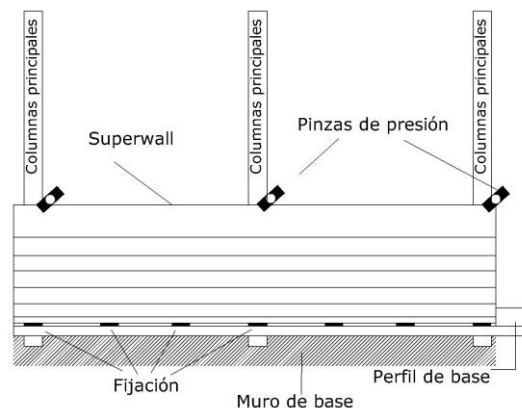

Fig. 16
4.4.5 El montaje de la pared comienza insertando el panel sobre el perfil de base, teniendo cuidado de dirigir hacia arriba el lado hembra de la unión. En cuanto sea situado correctamente, el panel tiene que ser bloqueado mediante pinzas a presión. (Fig. 16)